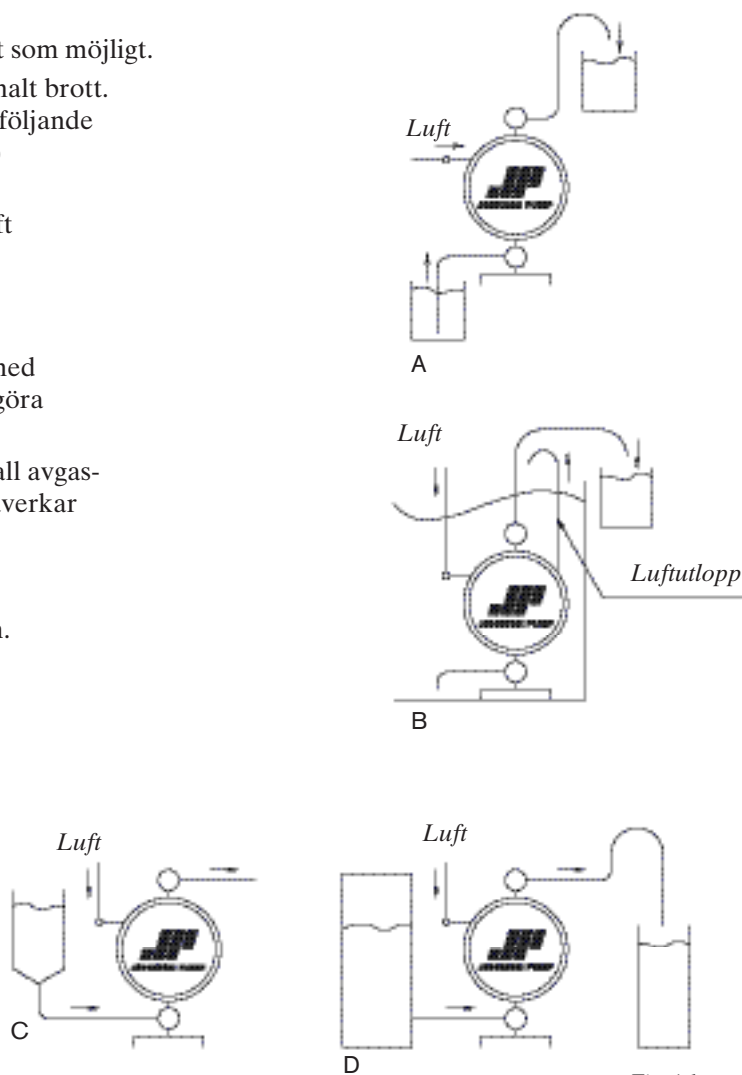

Fig 4.1
1. Bestäm var pumpen skall placeras (se fig. 4.1 A till D).